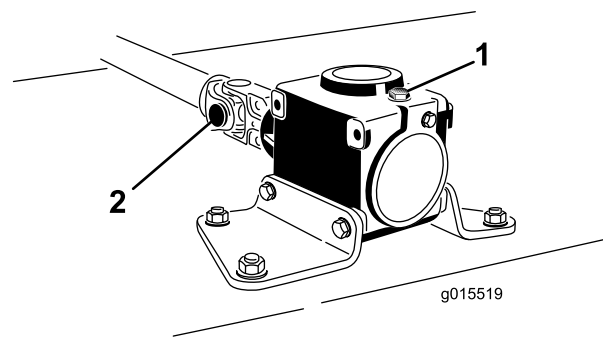

Figura 3
- Rimuovete la spina dalla forcella finale e dall'albero degli ingranaggi (Figura 3). Conservate la spina per il successivo utilizzo.
- Allentate le 2 viti a destra cilindrica e i dadi di bloccaggio (Figura 3).